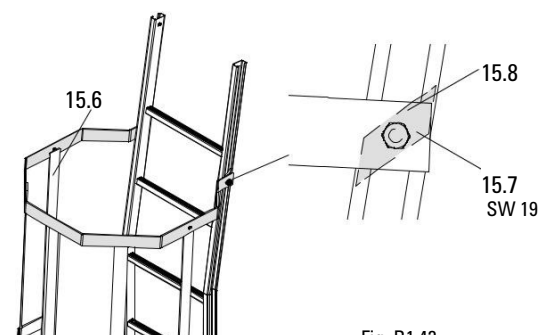

Fig. B1.42
2. Леко разхлабете болтовете SW 19 (15.7) (4x) на планката (15.8), позиционирайте я надлъжно на стълбата и затегнете болтовете. (Fig. B1.42)